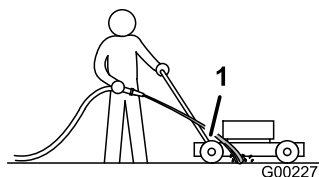

Bild 33
3. Halten Sie den Wasserschlauch auf Griffhöhe und richten Sie den Wasserstrahl unmittelbar vor dem rechten Hinterrad auf den Boden (Bild 33).